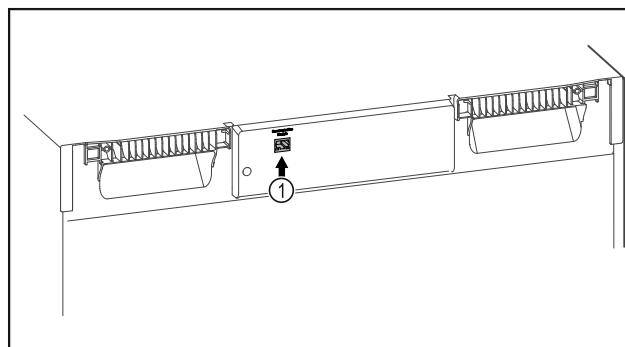

Fig. 83
- SmartModule Fig. 83 (1) is geplaatst.